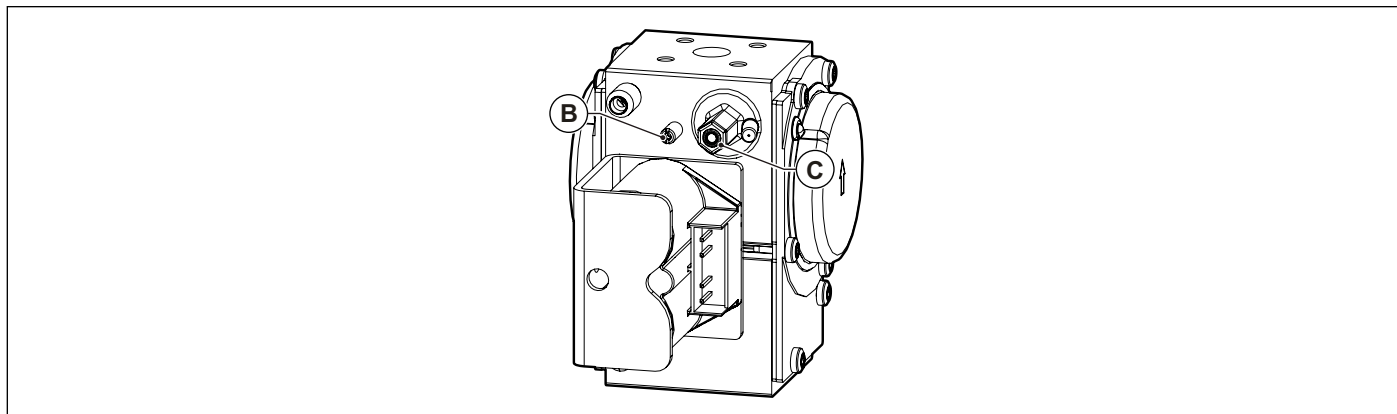
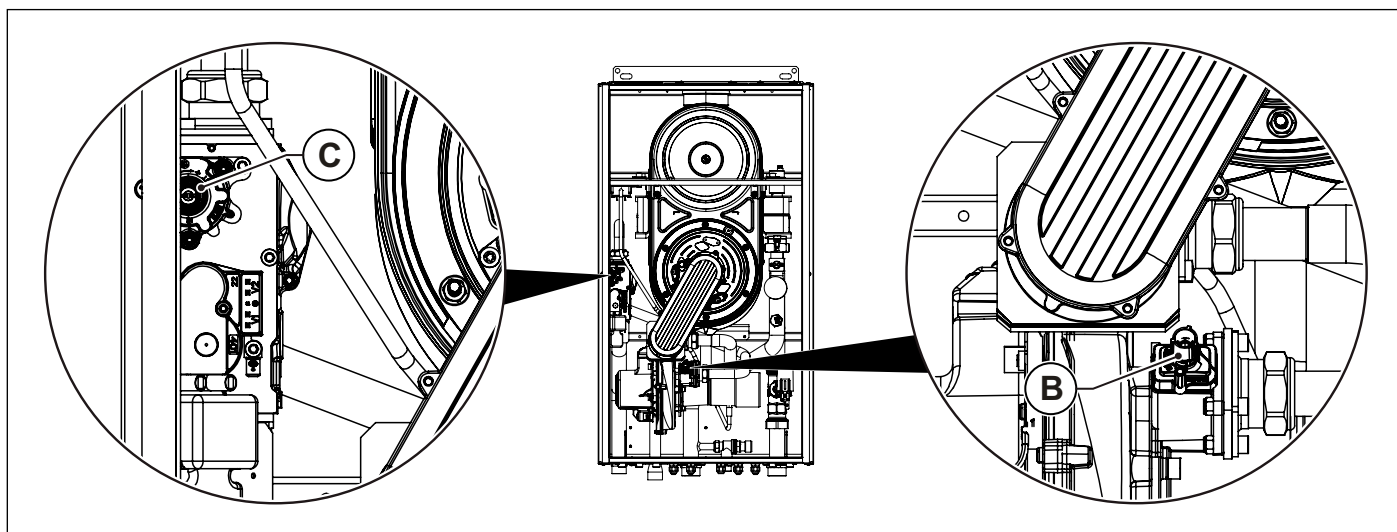

Fig. 47 Reglare valoare dioxid de carbon KR 85 - KR 120
Fig. 48 Reglare valoare dioxid de carbon KR 150
- Reglați valoarea dioxidului de carbon (CO₂) din gazele arse, rotind regulatorul de raport **B** (vezi Fig. 47 Reglare valoare dioxid de carbon KR 85 - KR 120 și Fig. 48 Reglare valoare dioxid de carbon KR 150) și asigurați-vă că reintră în limitele din Tab. 1 Date de calibrare KR 85 și a Tab. 2 Date de calibrare KR 120 și a Tab. 3 Date de calibrare KR 150.
- Reglați valoarea dioxidului de carbon (CO₂) din gazele arse, rotind regulatorul **C** (vezi Fig. 47 Reglare valoare dioxid de carbon KR 85 - KR 120 și Fig. 48 Reglare valoare dioxid de carbon KR 150) și asigurați-vă că reintră în limitele din Tab. 1 Date de calibrare KR 85 și a Tab. 2 Date de calibrare KR 120 și a Tab. 3 Date de calibrare KR 150.